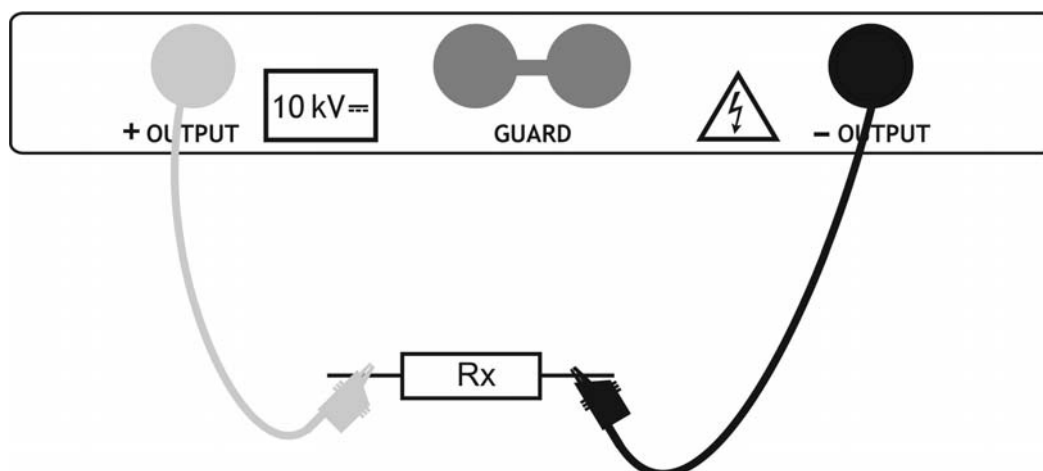

Fig. 42: Collegamento dello strumento per isolamento con rampa di tensione
4. Collegare il puntale del Terminale 1 o del Terminale 2 (positivo) e il cavo nero dei Terminali 2 (negativo) all'oggetto in prova (vedere Fig. 42)